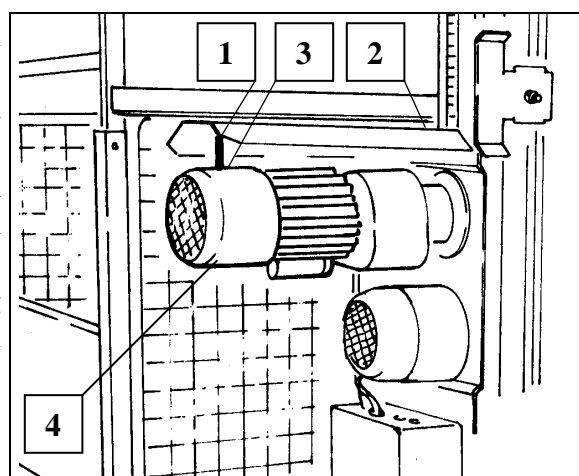

Fig. 22 Bremslüfthebel
- Einachsanhänger (1) rückwärts unter Lastbühne einfahren und ausrichten.
- Bremslüfthebel aus der Halterung nehmen und in das Gewinde der Bremslüftung einschrauben (siehe Kap.8.1.1 Fig.22).
- Lastbühne vorne mittels Halterohr (2) sichern und am Eckpfosten mit Federriegel (3) abstecken.
- Bremslüfthebel (Kap.8.1.1 Fig 22) an der Motorbremse vorsichtig betätigen. Das Fußteil fährt aus, bis es den Boden berührt.
- An Grundeinheit beide Transporträder (1) demontieren und verwahren.